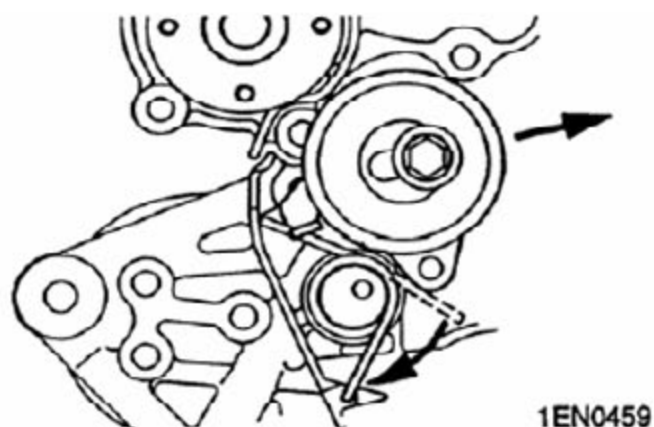

图 3-11
C). 夹住张紧器弹簧的另一伸长端, 并如图 3-11 所示将它钩到机油泵壳体凸耳上。
- D).以图 3-11 所示方向移动正时皮带涨紧器，临时涨张紧皮带。